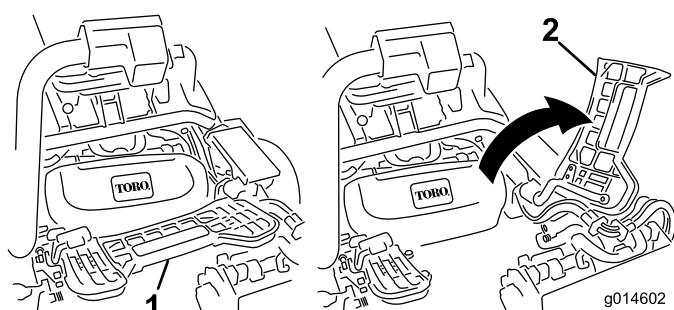

Figure 10
- Si le plateau de coupe central est monté, relevez le repose-pieds pour accéder à la position du plateau de coupe central (Figure 10).